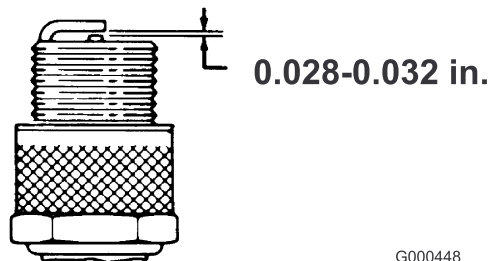

图30
3. 将空隙设置为 0.71~0.81mm（图30）。安装已设定正确空隙的火花塞，拧紧至 5.18m. 磅（23 牛米）。